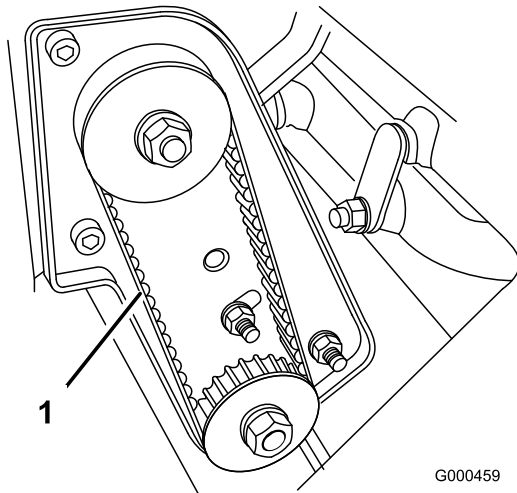

Bild 37
2. Prüfen Sie die Spannung des Riemens (Bild 37). Wenden Sie eine Kraft von $2 \pm 0,5$ kg in der Mitte